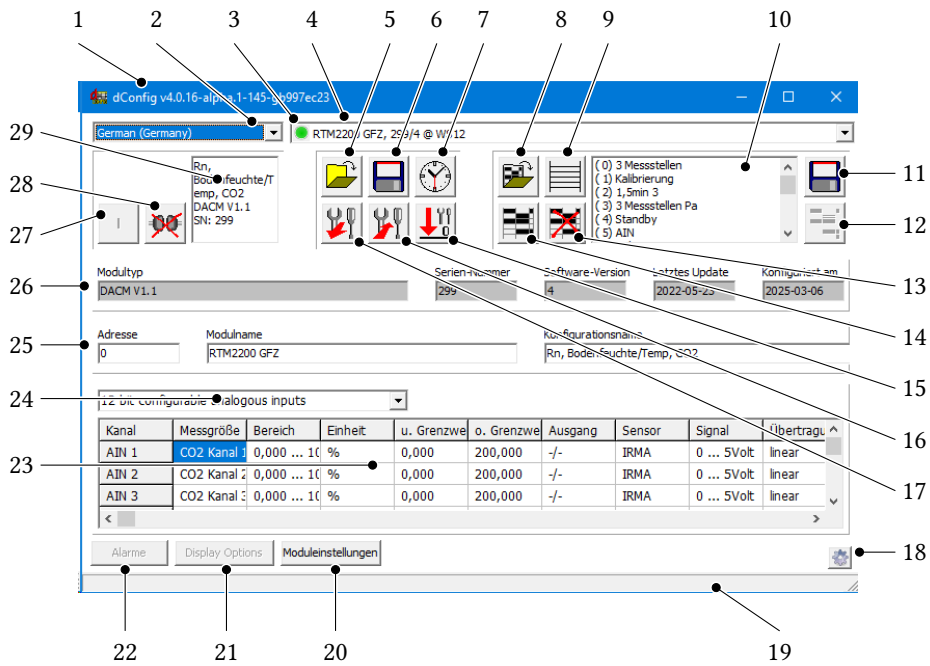
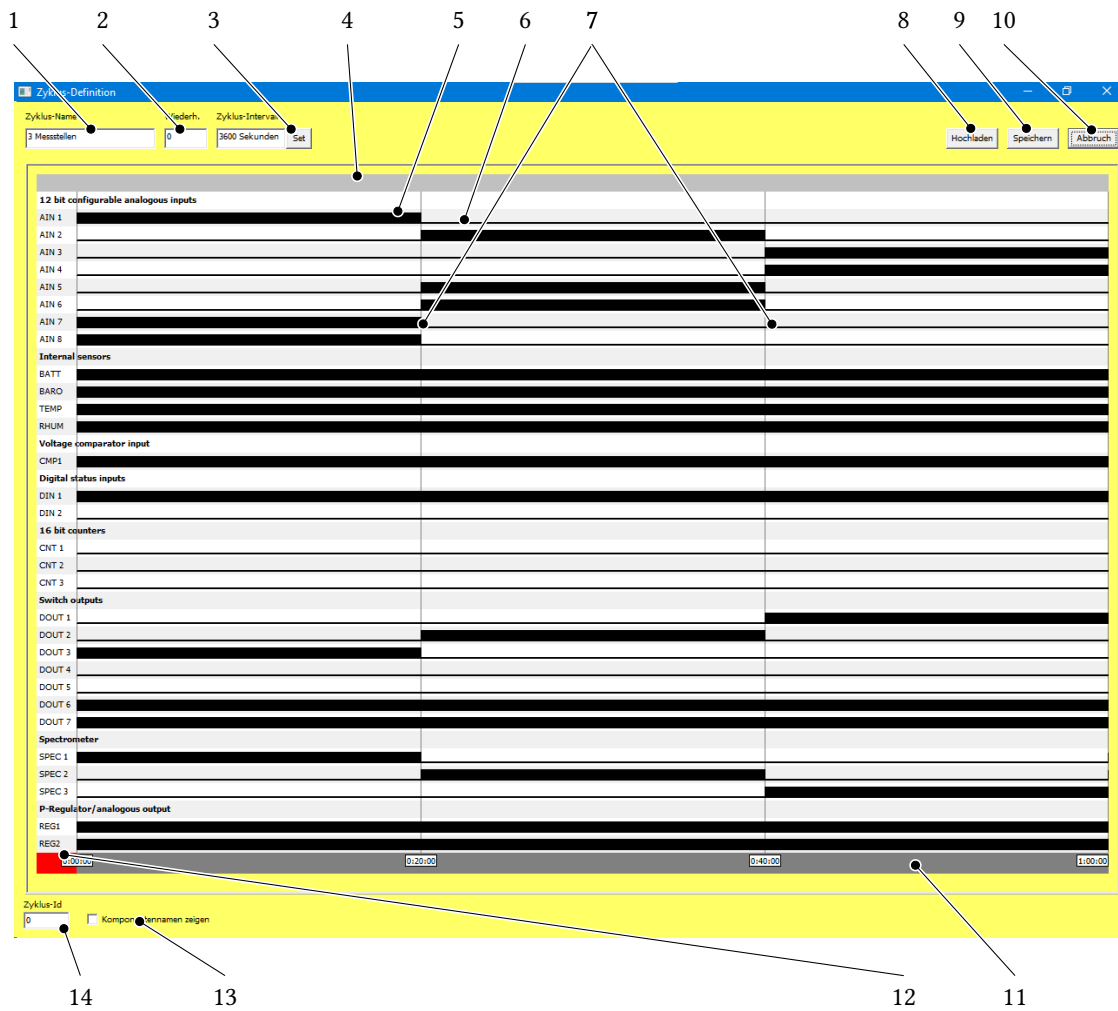
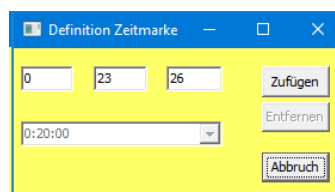

Abbildung 3.2: Bedienelemente im Hauptfenster
Abbildung 3.4: Bedienelemente im Fenster zur Definition eines Zyklus
Abbildung 3.5: Setzen einer Zeitmarke
Nach dem Herunterladen der Konfiguration und der Zyklenliste vom Gerät zeigt sich das Hauptfenster so wie in Abbildung 3.2 mit den folgenden Bedienelementen:
Im Hauptfenster können Sie die Namen für das Gerät (*Modulname*) und für die Konfiguration (*Konfigurationsname*) frei vergeben (vgl. Markierung 25 in Abbildung 3.2). Der Modulname ist die Gerätebezeichnung, die beim Start des Gerätes im Display angezeigt wird
Über COM1 wird das proprietäre SARAD-Protokoll abgewickelt. Damit kann die SARAD-Anwendungssoftware, *dVision* bzw. *dConfig*, mit dem Gerät kommunizieren. Im Feld *Adresse* im Hauptfenster (vgl. Markierung 25 in Abbildung 3.2) kann dieses Protokoll in den adressierbaren Modus umgeschaltet werden. Wenn in diesem Feld eine Adresse ungleich 0 steht, dann wird das Protokoll auf adressierbaren Modus umgestellt und das Gerät bekommt die entsprechende Knotenadresse. Dies ermöglicht den Betrieb von mehreren *DACM*-Geräten an einem RS-485-Bus in Daisy-Chain.
COM2 wird im Fenster *Moduleinstellungen* konfiguriert, das Sie mit der Schaltfläche *Moduleinstellungen* (20 in Abbildung 3.2) öffnen.
In Abbildung 3.2 führen die mit 24 und 23 markierten Bedienelemente zur Konfiguration der einzelnen Sensor- und Aktorkomponenten. In (24) können Sie eine Komponentengruppe nach ihrer Funktion (Analogeingang, Schaltausgang usw.) auswählen. Die einzelnen Komponenten werden dann in der Tabelle (23) darunter mit ihren spezifischen Konfigurationsparametern angezeigt. Ein Doppelklick auf eine Tabellenzeile führt jeweils zu einem Fenster, in dem man diese Parameter bearbeiten kann.
Nach dem Laden, Öffnen oder Anlegen eines neuen Zyklus (vgl. 14 und 10, 8 bzw. 9 in Abbildung 3.2 in Abschnitt 3.2) wird automatisch das in Abbildung 3.4 gezeigte Fenster zum Editieren des Zyklus geöffnet.
Innerhalb des Zyklus-Intervalls können bis zu 31 Zeitmarken gesetzt werden, die den Zyklus in bis zu 32 Einzelschritte unterteilen. Zum Setzen einer Zeitmarke (7 in Abbildung 3.4) bewegen Sie den Maus-Cursor über den grauen Balken (4) oberhalb der Komponenten-Zeitbalken. Am Cursor erscheint die auf den Zyklus-Start bezogene Zeit. An der gewünschten Stelle kann eine neue Zeitmarke durch einen Mausklick eingefügt werden. Es öffnet sich ein Dialogfeld (Abbildung 3.5), in dem die Zeitmarke noch justiert werden kann, wenn der Mausklick nicht exakt gesetzt wurde. Der Schalter *Zufügen* fügt die Zeitmarke in das Balkendiagramm ein.